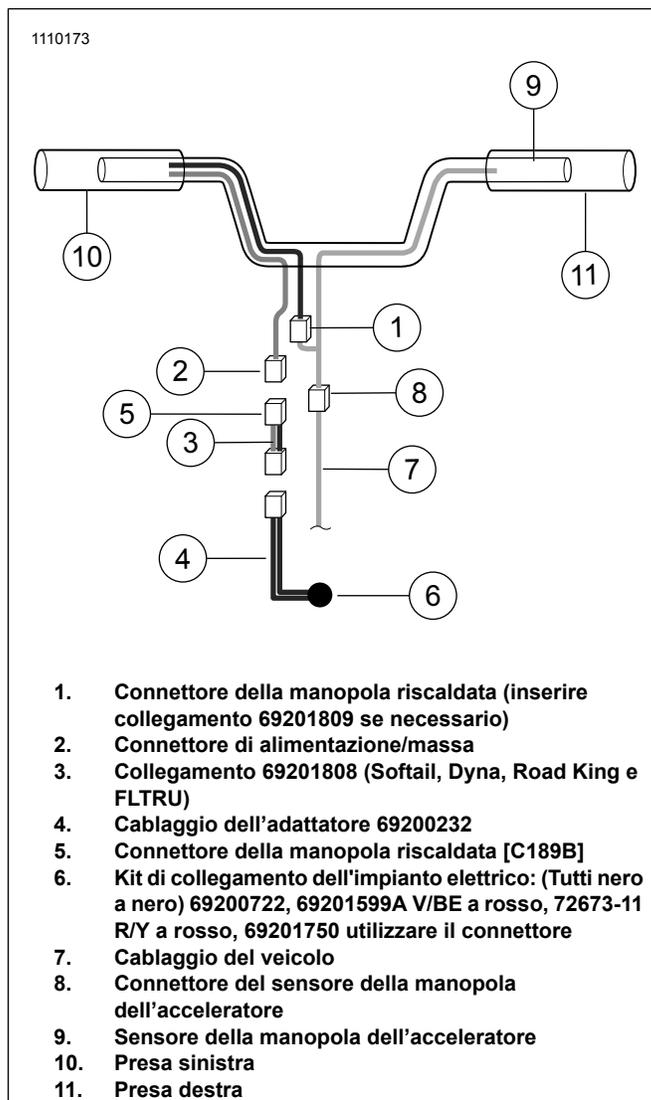

Figura 9. Collegamenti elettrici
1. Vedere Figura 9. Rimuovere la carenatura esterna.
3. Collegare l'interconnessione della manopola riscaldata (1) da Figura 9 alla manopola LH.
5. Collegare il filo di alimentazione/di massa della manopola riscaldata (2) di LH da Figura 9.
- b. Vedere Figura 9. Accoppiare il connettore a 2 vie della manopola riscaldata (2) al connettore a 2 vie di 69201750 dietro il faro anteriore. Aggiungere il collegamento (3) se è richiesta lunghezza aggiuntiva.
8. Tagliare il collegamento (4) a una lunghezza sufficiente per giuntare per il kit (6).
9. Spelare i fili neri e unire al cablaggio del collegamento elettrico (7).
11. Terminare l'installazione del kit di collegamento elettrico (6) secondo le istruzioni del kit.